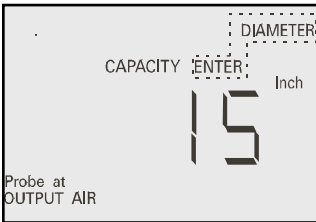

Figura 16
5.5.6 PARA MEDIR REJILLAS REDONDAS - En el paso 5.5.3, oprima “Enter” por más de dos segundos hasta que la palabra “Diameter” (Diámetro) aparezca parpadeando en la pantalla. (figura 16)